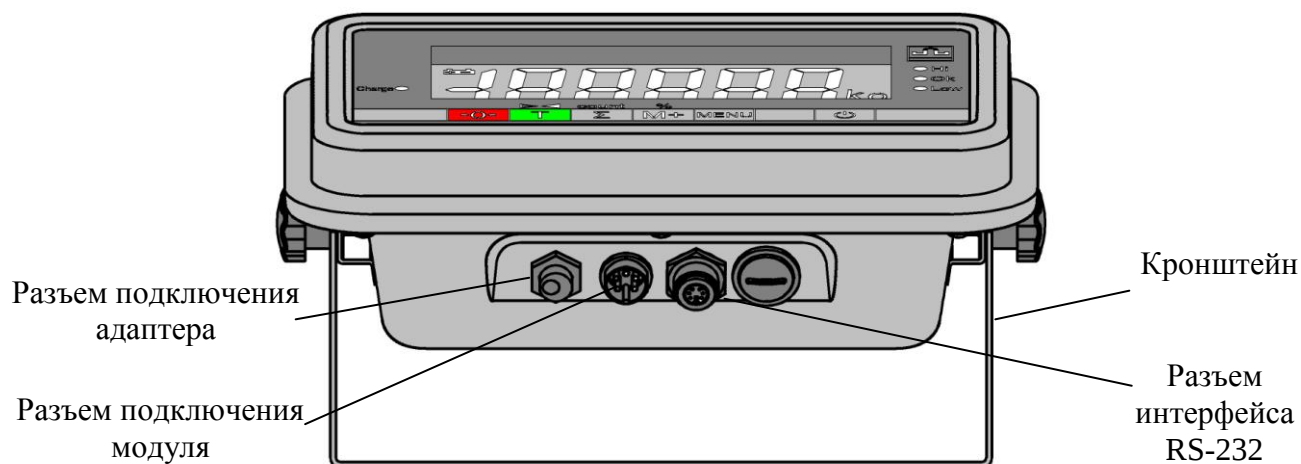

Рис. 3.2 - Терминал АВ/4D
Изображение терминала АВ/4D приведено на Рис. 3.2. Материал корпуса терминала – нержавеющая сталь.
4.2.4 Включить терминал (расположение выключателей см. на Рис. 3.1 , Рис. 3.2).